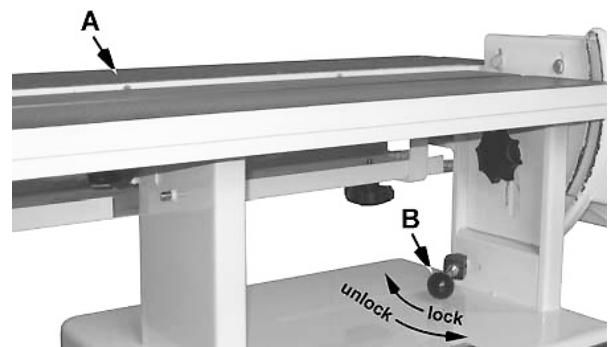

Abb. 15: Schleifwinkel einstellen
Schritt 2: Die Arretierung für die Winkelverstellung lösen, dazu den Klemmhebel B (Abb.15) lösen.